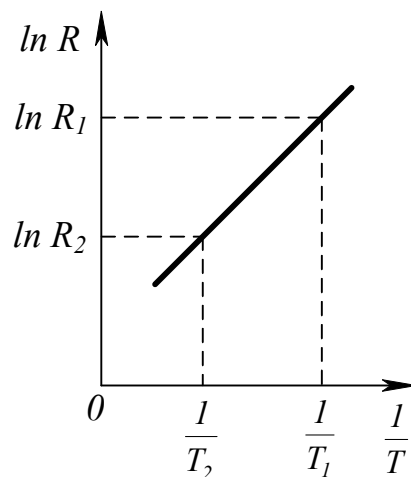

Рис. 1
З (4) випливає, що залежність  $\ln R \left( \frac{1}{T} \right)$  – лінійна. Нанесемо експериментальні точки на діаграму, по вертикалі якої відкладатимемо  $\ln R$ , а по горизонталі –  $\frac{1}{T}$ . Лінеаризуючи точки методом найменших квадратів (або хоча б "на око"), одержимо графік, подібний наведеному на рис. 1. Вибравши на прямій дві зручні точки, знайдемо за графіком дві пари значень  $\ln R$  та  $\frac{1}{T}$ . Для цих двох точок рівняння (4) має вид: